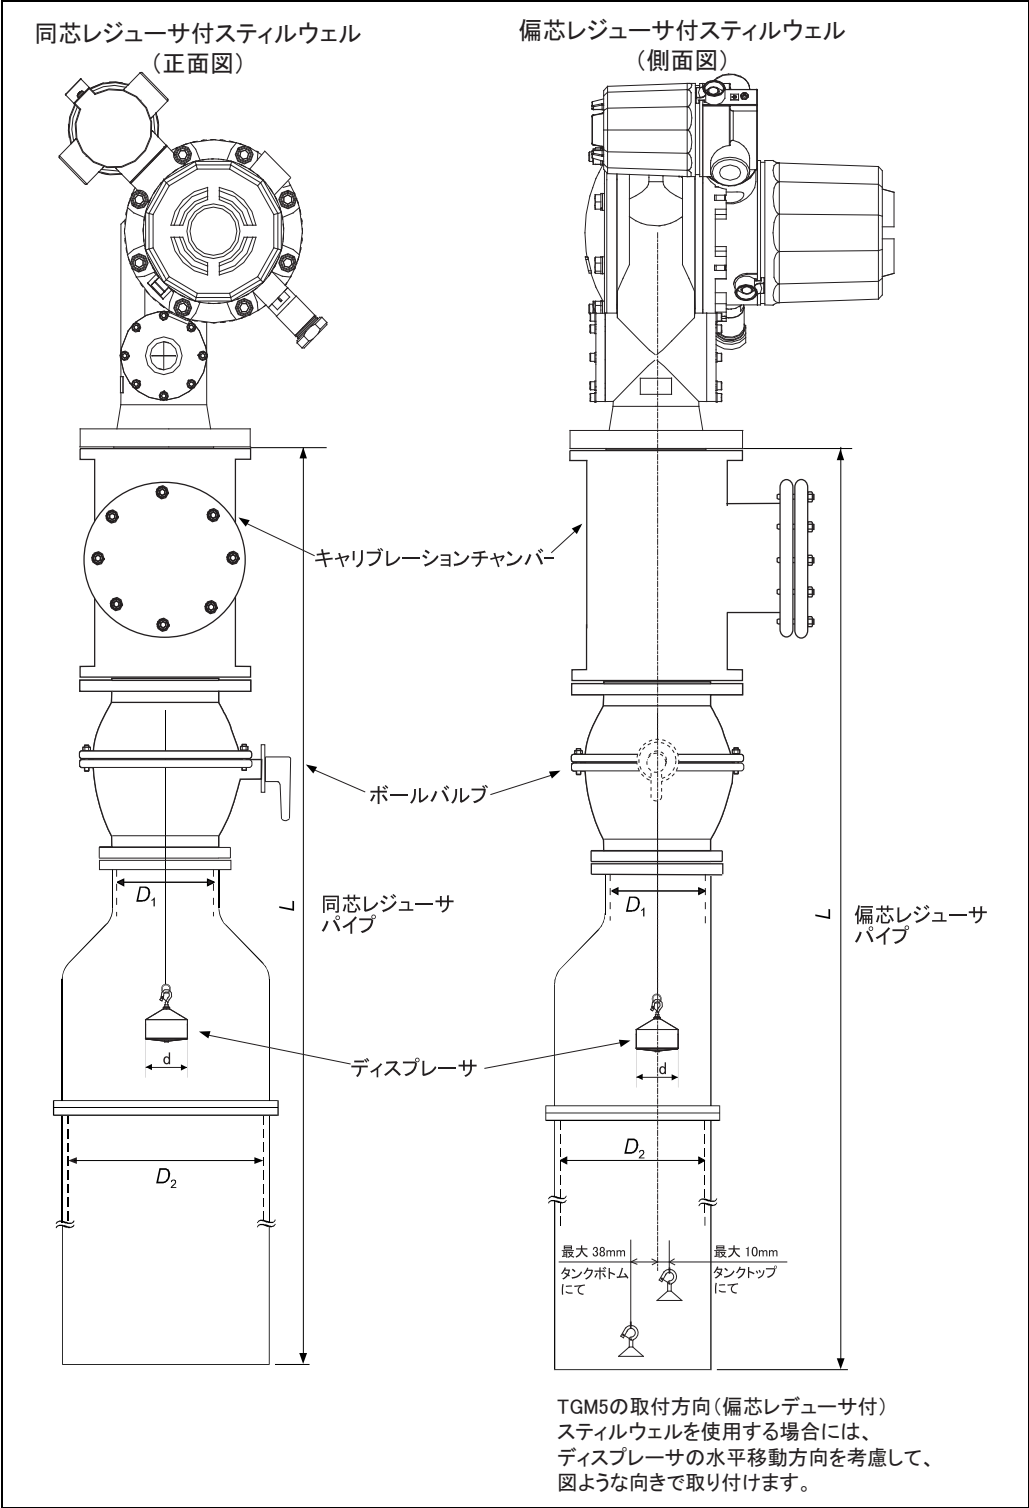

図 9: スチールウェル方式の取付け
- 偏芯レジャーサ付スティルパイプに TGM5 を取付ける場合には、「図 9：スティルウェル方式の取付け」の方向で取付けてください。